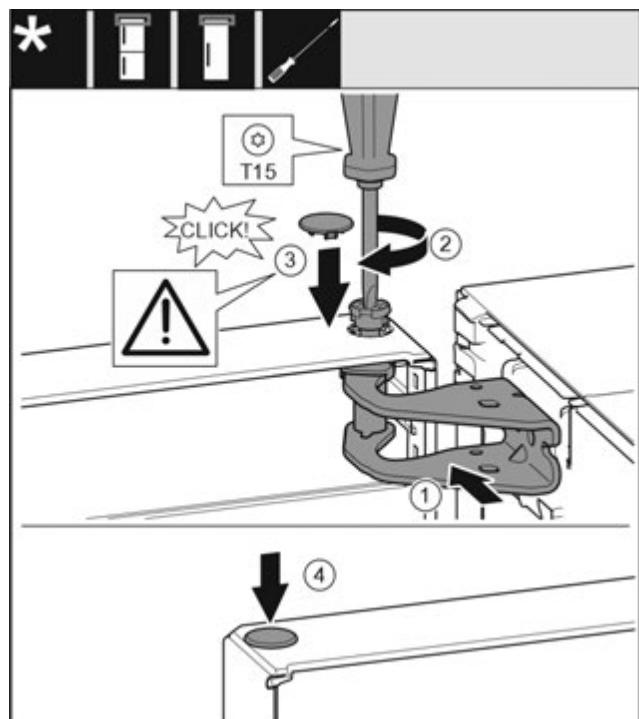

Fig. 22
- Вирівняйте дверцята зверху по отвору в опорному кронштейні. Fig. 22 (1)
- Вставте палець та закрутіть за допомогою викрутки T15. Fig. 22 (2)
- ▶ Встановіть захисну кришку для захисту дверцят: вставте захисну кришку і проконтрольуйте щоб вона прилягала до дверцят. Якщо це не так, повністю вставте палець. Fig. 22 (3)
- ▶ Вставте пробку. Fig. 22 (4)